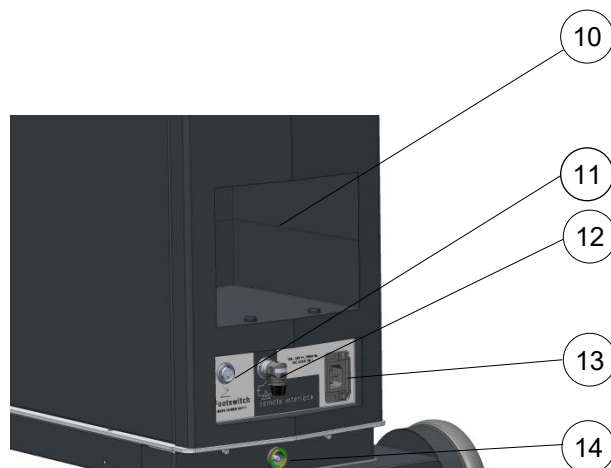

Fig. 3-2: Vue arrière
- Pour séparer la ELIOS laser console du secteur, débranchez la fiche secteur de l'appareil. (Fig. 3-2).
- La ELIOS laser console doit être disposé de manière à permettre le retrait de la fiche d'alimentation de l'appareil à tout moment (Fig. 3-2).
L'interrupteur à pédale doit être branché sur le connecteur correspondant (Fig. 3-2). L'interrupteur à pédale sert à déclencher l'émission laser. L'actionnement de l'interrupteur à pédale active l'émission laser. Dès que l'interrupteur est relâché, l'émission laser est interrompue.
La ELIOS laser console est équipé d'un connecteur pour l'égalisation du potentiel électrique (Fig. 3-2). Le raccordement à une égalisation de potentiel électrique supplémentaire peut être effectué à l'aide d'un câble d'égalisation de potentiel.
La ELIOS laser console est équipé d'un connecteur pour un verrouillage à distance, par exemple un contact de porte (Fig. 3-2). Si les contacts du connecteur sont ouverts, l'émission du laser est interrompue. De plus amples informations concernant le raccordement d'un verrouillage à distance à la ELIOS laser console peuvent être obtenues auprès de MLase ou d'un partenaire de service agréé.